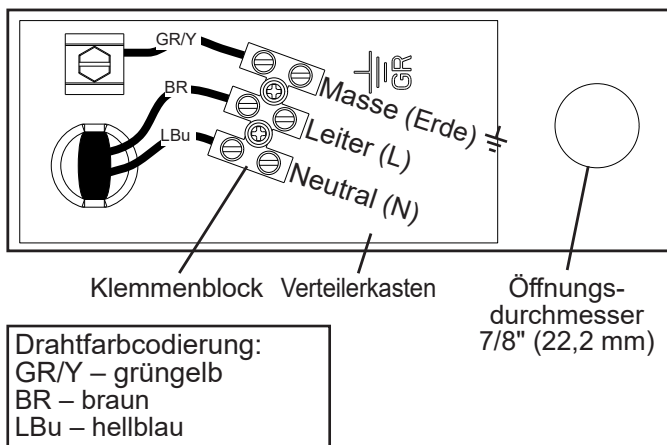

Abb. 7
- Der Neutralleiteranschluss am Klemmenblock (hellblauer Draht) muss mit dem Neutralleiter der Stromversorgung verbunden werden. Siehe Abb. 7. **VORSICHT! Fehlerhafte Verkabelung kann den Eisbereiter stark beschädigen.**